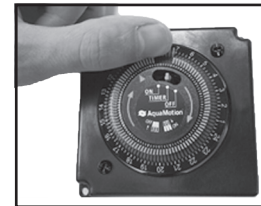

Fig. 1
2. Para fijar el tiempo de funcionamiento de la bomba, desplazar todas las solapas hacia afuera durante el período correspondiente. (Fig. 1)